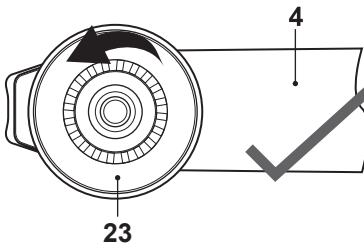

Fig. 3
5. Asegúrese de que el disco tensor (23) está ajustado en la posición derecha interior; si fuera necesario, gírelo hacia la izquierda (Fig. 3, 4).